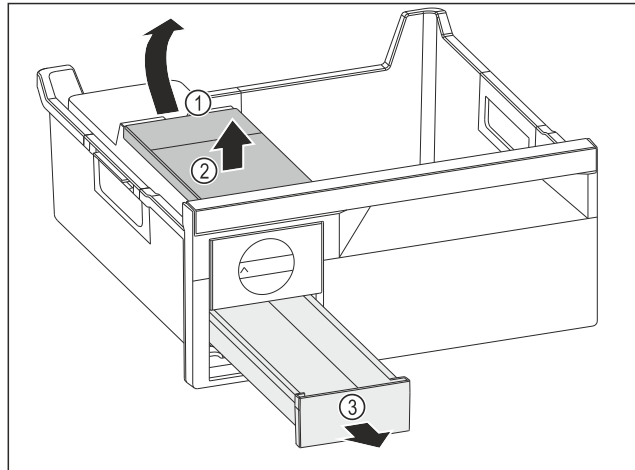

Fig. 109
- ▶ Wassertank entnehmen: Wassertank an der Aussparung Fig. 109 (1) anheben.
- ▶ Wassertank Fig. 109 (2) nach oben entnehmen.
- ▶ Eiswürfelschubfach Fig. 109 (3) nach vorne entnehmen.